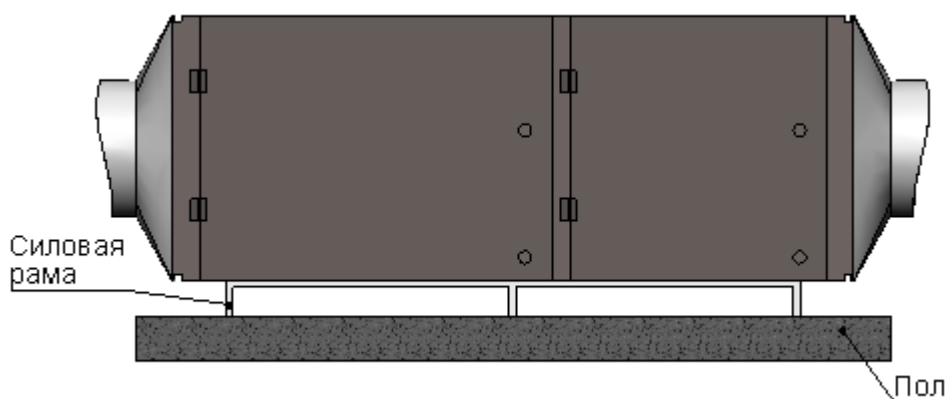

РИС. 3. КРЕПЛЕНИЕ ОБОРУДОВАНИЯ НА ПОЛ
- на подвесную конструкцию на пол и силовую раму (рис. 3);